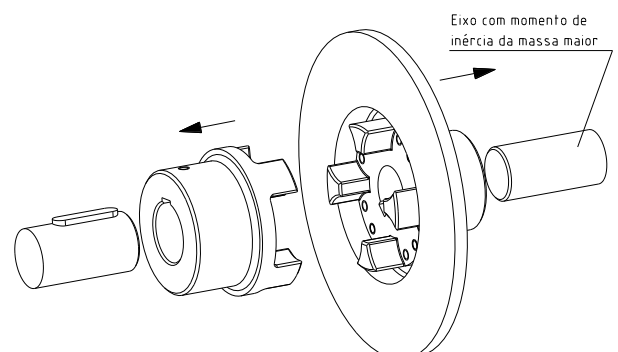

Figura 9: Montagem do cubo e do cubo FN com tambor/disco do travão
- Monte o cubo e o cubo FN com o tambor/disco do travão sobre o eixo do lado do acionamento e do lado acionado. O cubo FN deve ser colocado sobre a extremidade do eixo, no qual o momento de inércia da massa maior se torna efetivo (ver figura 9).